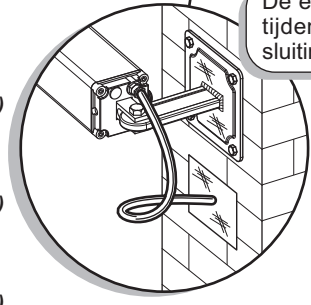

FIG. 3
⚠ Alvorens de zuiger Hindi 880 te kunnen installeren wordt het aanbevolen alle minimum vereiste veiligheids- en commandotoebehoren te voorzien. Fig.3.
- 2 - Breng een magnetothermische schakelaar met differentieel van het type 0,03A met een hoge gevoeligheid (Fig.3, pag.64) op de voeding van de programmeereenheid aan.